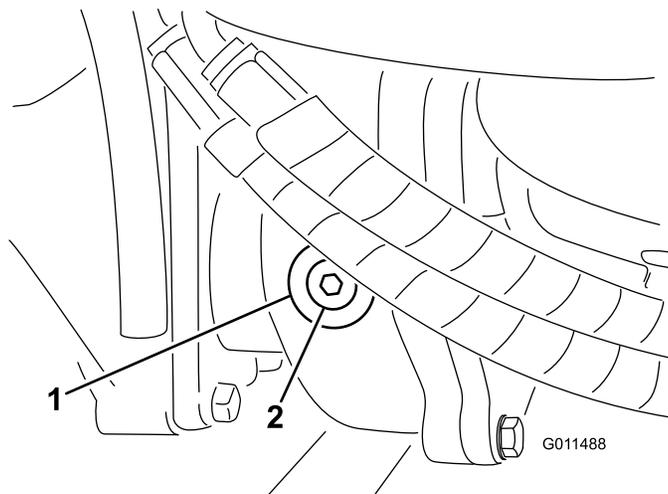

Figura 14
2. Togliete il tappo di controllo/riempimento dal lato sinistro della scatola ingranaggi (Figura 14) e verificate che il lubrificante raggiunga la base del foro. Se il livello è basso, rabboccate con lubrificante fino a portarlo alla base del foro.